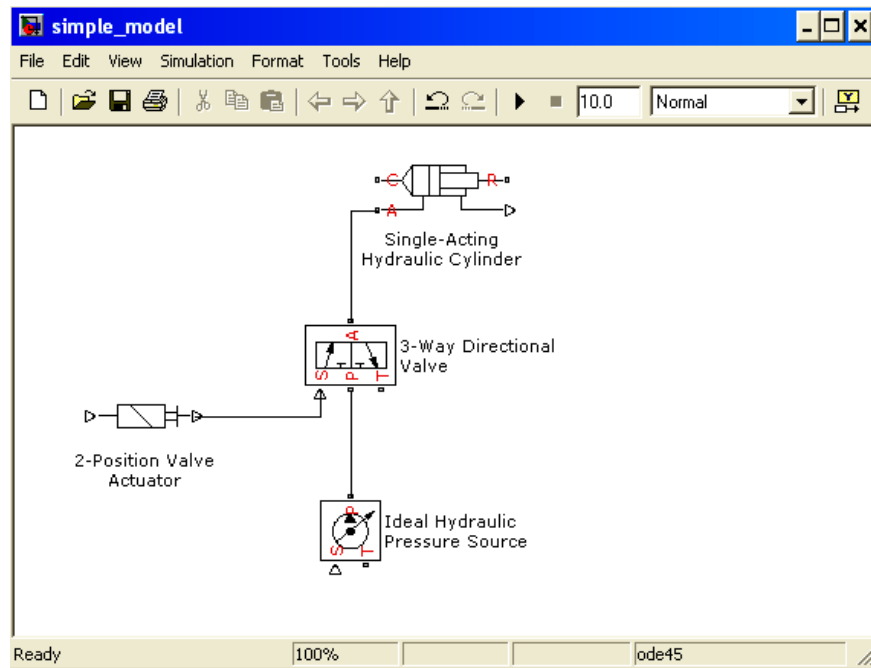

Figura 8 Sursa, valva, actuatorul și cilindrul
6. Ieșirea T de la valvă este conectată la un tank la presiunea atmosferică. Pentru a modela acesta se va conecta ieșirea la o referință hidraulică de la Simscape > Foundation Library > Hydraulic > Hydraulic Elements. Se va conecta și ieșirea T de la sursa de presiune la referință. Se vor mai adăuga conexiunile conform figurii Figura 8.